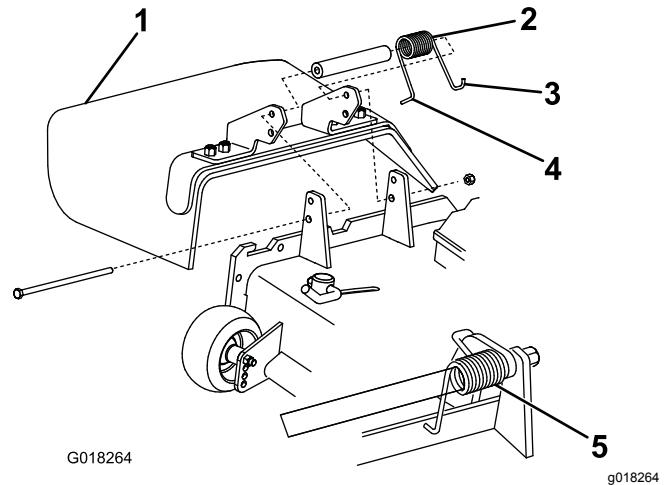

Figura 3
3. Coloque a extremidade em gancho J da mola em torno do defletor de relva (Figura 3).